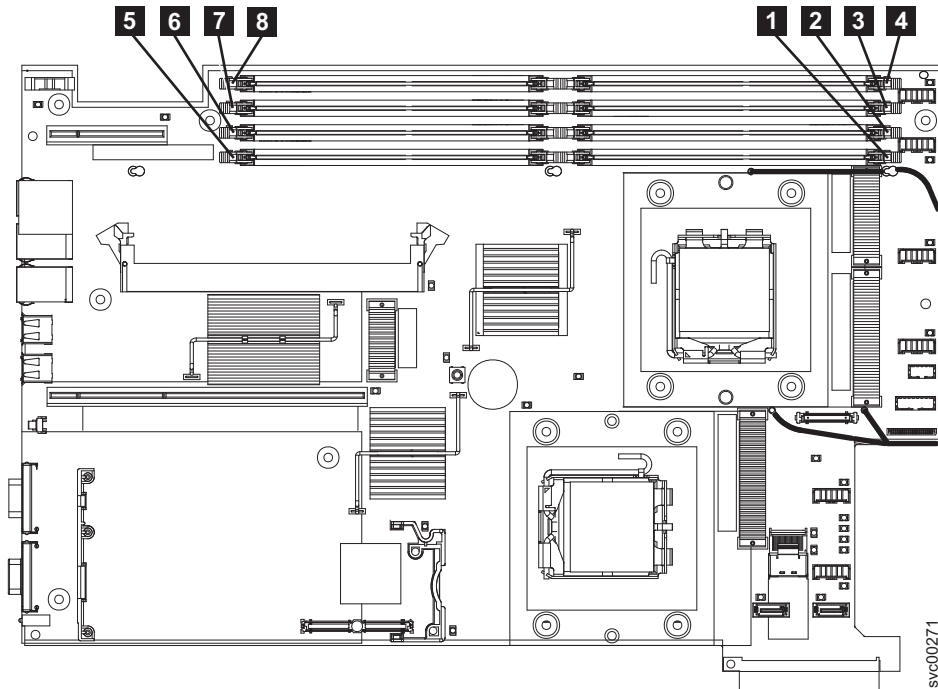

図95. SAN ボリューム・コントローラー 2145-8G4 メモリー・モジュールのを見つけ方
- オリジナル・バージョン (Rev 1) は、122 ページの図 95 に示すように、スロット **1** から **8** で 8 個の 1 GB メモリー・モジュールを使用します。